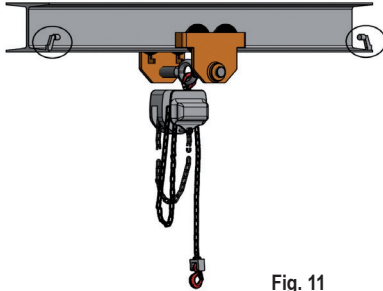

Fig. 11
- ⚠ S'assurer que le dispositif de fin de course se trouve sur la poutre (voir la fig. 11). Si un dispositif de fin de course est amovible, s'assurer de le rétablir après l'accès du chariot.